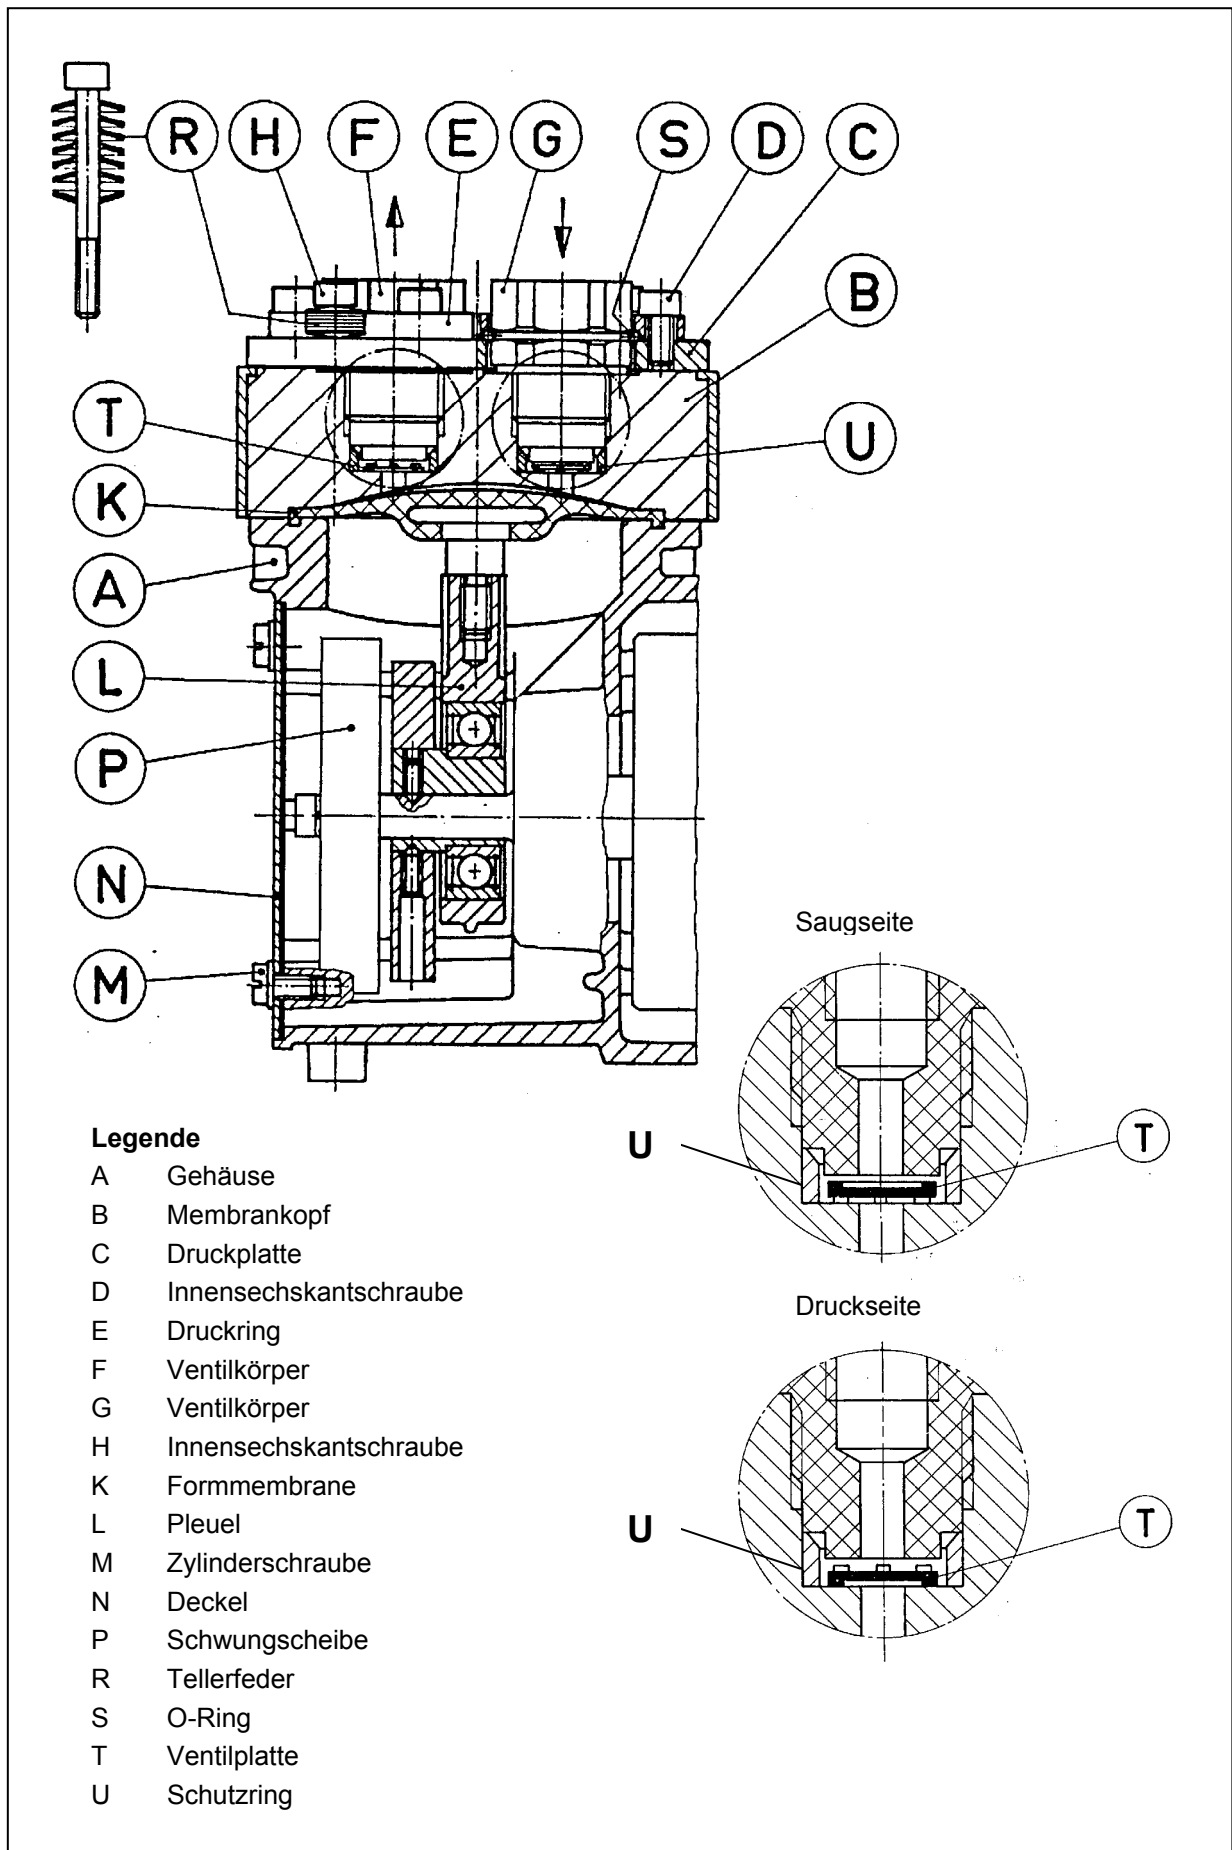

Fig. 4: Pumpenteile
** Nach Fig. 4
- i** Die Positionsbezeichnungen innerhalb der folgenden Arbeitsanweisung beziehen sich auf die Fig. 4.
2. Den Schutzring U aus den beiden Bohrungen im Membrankopf B entnehmen und jeweils einen neuen Schutzring einlegen. Zur Ausrichtung der Schutzringe siehe Detaildarstellung in Fig. 4.
- i** Auf die richtige Lage der Ventilplatten achten (siehe Detaildarstellung in Fig. 4):
**nach Fig. 4*